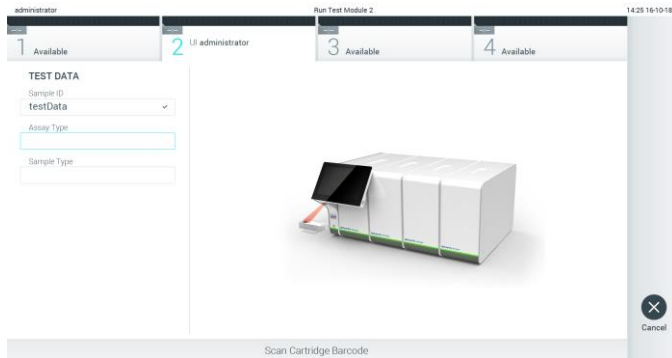

Figura 24. Lendo o código de barras do cartucho de ensaio QIAstat-Dx.
3. Quando solicitado, faça a leitura do código de barras do cartucho de ensaio QIAstat-Dx a ser usado. O QIAstat-Dx Analyzer 1.0 reconhece automaticamente o ensaio a realizar, com base no código de barras do cartucho de ensaio QIAstat-Dx (Figura 24, página seguinte).